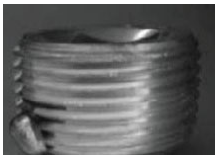
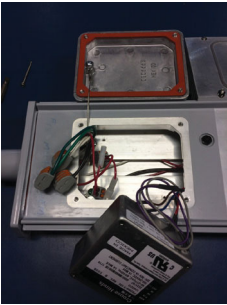

Imagen 13
Imagen 14
- 1. Verifique que haya suficiente lubricante STL en las entradas del conducto y que todas las entradas de conducto no usadas en las tapas terminales estén cerradas con tapones lubricados (ver Imagen 13).
- 2. Verifique que el conducto se encuentre instalado con por lo menos cinco (5) roscas completas en las entradas del conducto de las tapas terminales. Se recomienda aproximadamente brocas STL de 1/8" en las entradas de conducto.
- 6. Verifique que todos los cables se encuentren de forma segura y cuidadosamente dentro de la cubierta del controlador y no en la parte superior del controlador. Vuelva a adjuntar la cubierta del controlador a la carcasa del dispositivo (ver Imagen 14).
- Retire los dos (2) tornillos que aseguran el controlador AC; retire el controlador AC antiguo.
- Vuelva a instalar el nuevo controlador AC en la luminaria, asegurándose de que los cables estén orientados hacia el controlador EM (ver Imagen 14).
- Asegúrese de que el controlador AC esté en contacto directo con la carcasa de la luminaria y no haya cables que estén siendo pinchados entre el controlador y la carcasa. Asegure con dos (2) tornillos y ajuste a 5 pulgadas-libras. (0.6 N-m).